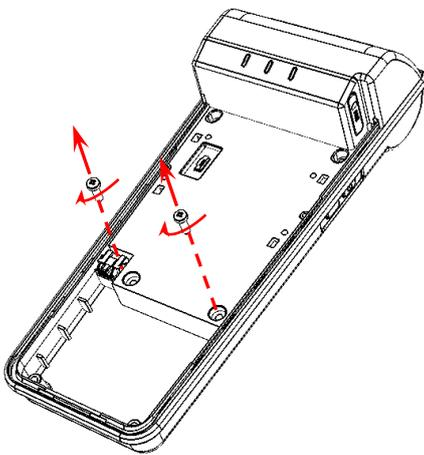
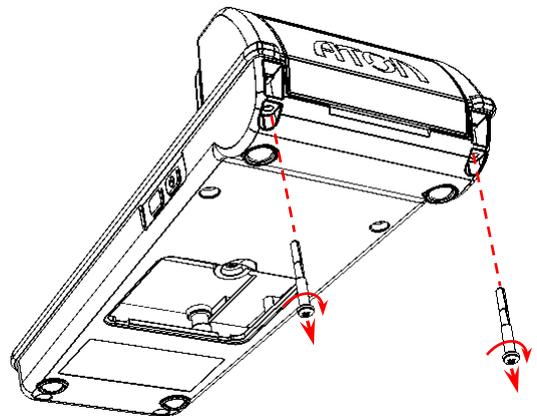

Рисунок 3. Демонтаж корпуса (открутить винты в верхней части корпуса)
Рисунок 4. Демонтаж корпуса (открутить винты в нижней части корпуса)
7. Частично демонтировать корпус, открутив два винта крепления с верхней части корпуса (рисунок 3) и два с нижней (рисунок 4).